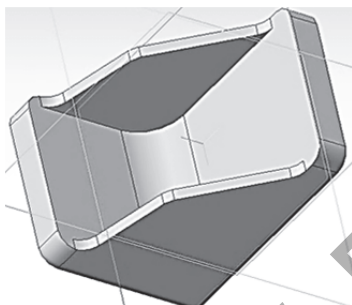

Рисунок 11.10
9. Выделите все горизонтальные ребра жёсткости, два вертикальных ребра нижней стенки и два горизонтальных ребра вертикальной стенки уголка, щёлкните на кнопке «Скругление» и в качестве радиуса скругления укажите значение **3 мм**. Для завершения ввода параметров щёлкните на кнопке «Создать объект» (рис. 11.10).